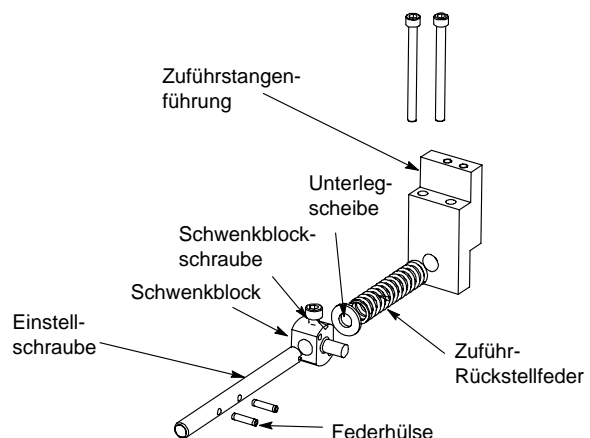

Abb. 12
2. Entfernen Sie die Schwenkblockschraube, die Schrauben der Einstellplatte und die Teile des Vorschubmechanismus' vom Applikator. Siehe Abbildung 12.
3. Entfernen Sie die Zuführstangenführung und die Einstellschraube. Siehe Abbildung 12.